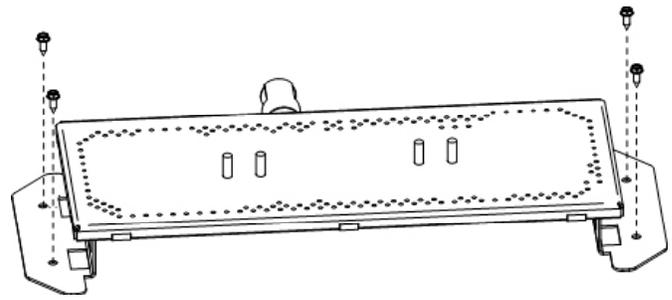

Figure 21. Retirez les quatre vis à métal et soulevez le brûleur pour le retirer de la chambre de combustion.
7. Soulevez et retirez le plateau du brûleur en retirant les quatre vis du plancher de la chambre de combustion. Voir fig. 21.